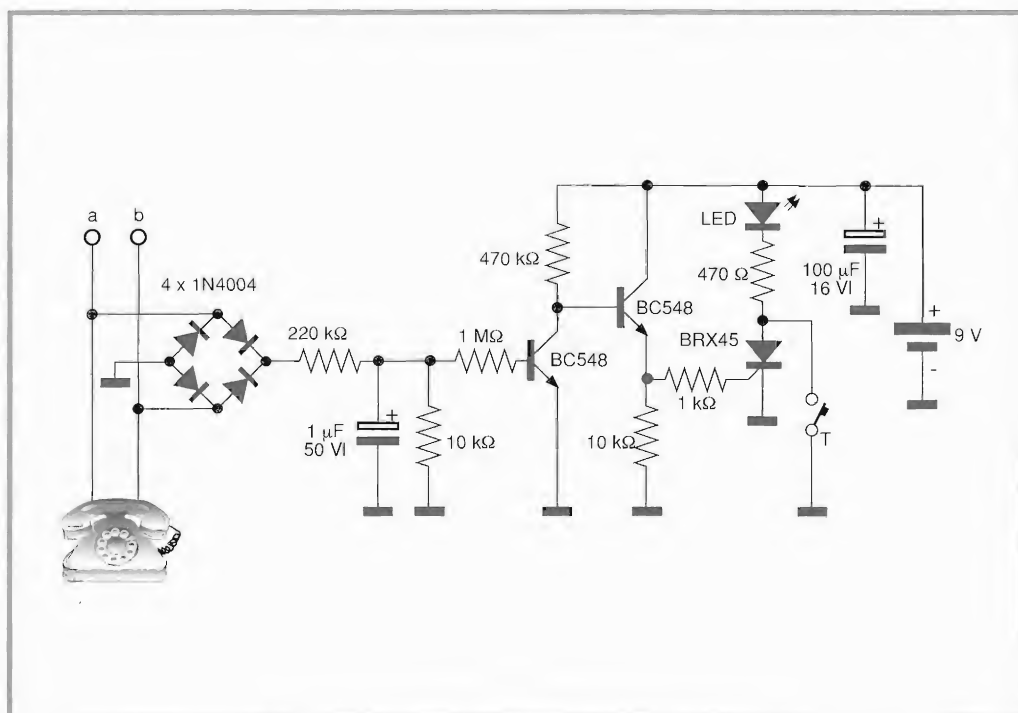

Figura 3.20. Schema elettrico del circuito di controllo.
**C**hi vuol sapere se qualcuno "si dà da fare" intorno al suo telefono o alla sua linea telefonica, per installarvi una cimice o, più semplicemente, per telefonare gratis, si può servire del circuito della Figura 3.20 opera dall'ingegner Gregor Kleine. Alzando la cornetta o interrompendo il filo conduttore A o B si riduce la tensione di base del primo transistor, il tiristore entra in conduzione e il LED si illumina. Premendo il tasto T si resetta il tiristore che si spegne ed il circuito torna in fase di attesa. In impianti interni, con una bassa tensione di esercizio (ad esempio 60 V), si deve variare il valore del partitore di tensione sulla base (220 k $\Omega$ /10 k $\Omega$ ): invece del resistore fisso da 220 k $\Omega$  si può usare un trimmer da 470 k $\Omega$ , il cui valore va lentamente regolato fino a che il LED non rimane spento in seguito a successive pressioni del tasto T.